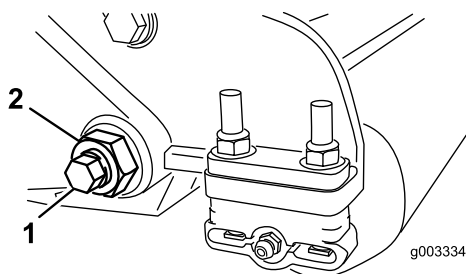
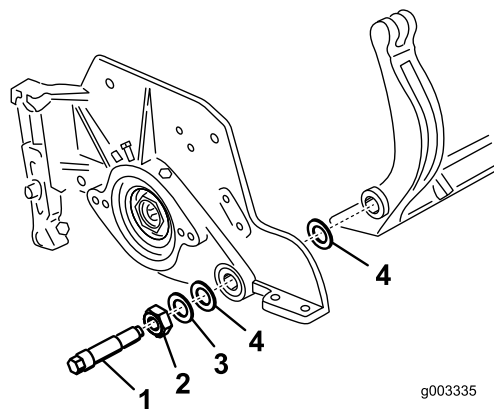

Figura 31
Figura 32
3. Desaperte porca de bloqueio que segura a cavilha da barra de apoio, em cada um dos lados da máquina (Figura 31).
4. Remova cada uma das cavilhas da barra de apoio, de modo permitir puxá-la e retirá-la da máquina (Figura 31). Guarde as duas anilhas de nylon e anilha de aço prensado de cada uma das extremidades da barra de apoio (Figura 32).
4. Coloque uma arruela de aço no exterior de cada uma das arruelas de nylon (Figura 32).